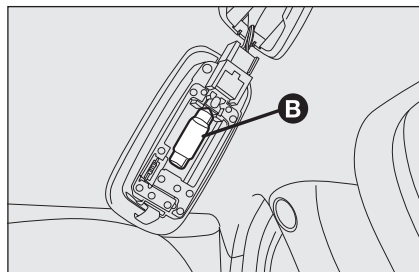

fig. 41
- ☐ sustituya la lámpara **B**-fig. 41 desenchajándola de los contactos laterales y asegúrese de que la nueva lámpara quede bloqueada correctamente entre los contactos.